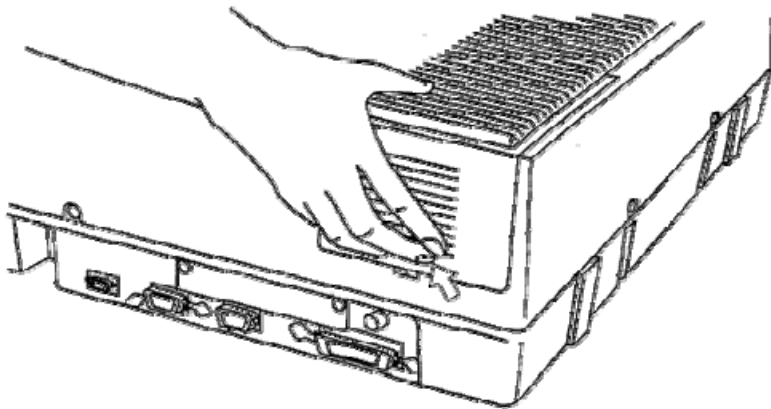
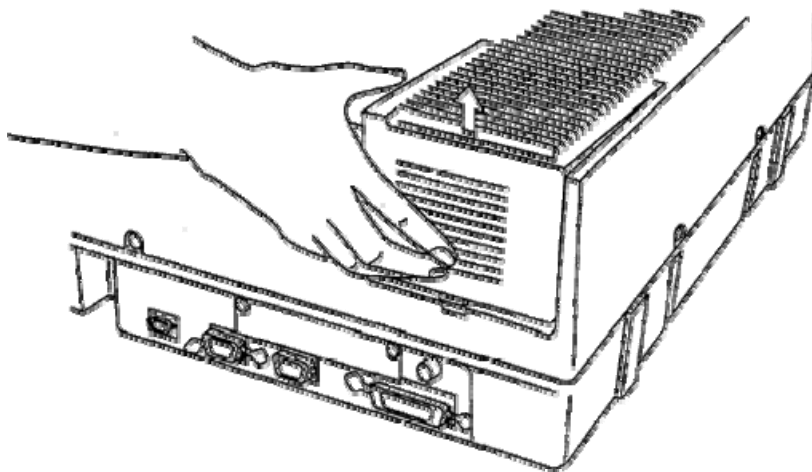

图 13: 按下箭头部位并抬起盖子以松开钩子
图 14: 按照箭头所示方向移开光源室盖子
(1) 关闭仪器电源, 打开光源室盖子 (如下图 13、图 14 所示)。